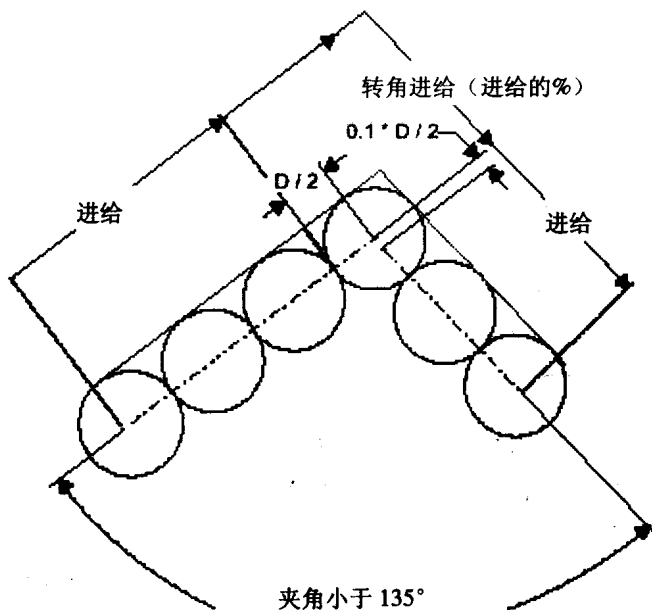

图 1-6
(8) 【转角进给 (%) = 100】 [CORNER FEED (%) = 100]：刀具在转角切削时的进给率。此功能只适用于夹角小于 135° 的情况，如图 1-6 所示。
参考图 1-6，刀具在快到转角半径时，在转角前的“ $0.1 \times$ 刀具半径”处开始减速。到达转角时，以使用者设定的转角进给率切削。离开转角时开始加速。直到在离开转角后的“ $0.1 \times$ 刀具半径”处恢复原来的进给率。